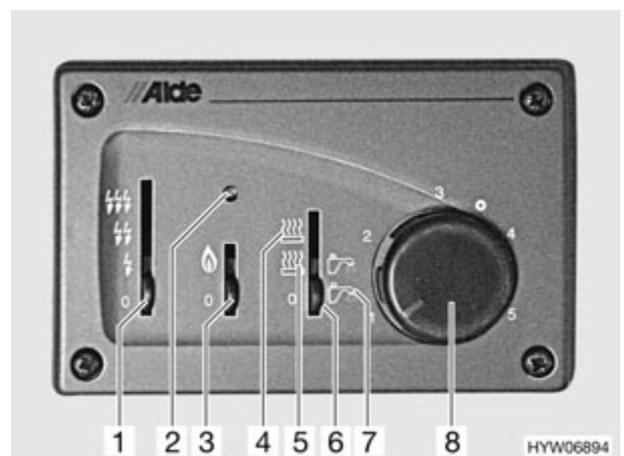

Fig. 140 Unité de commande pour chauffe-eau
- Eau chaude (Fig. 140,7)
- Chauffage et eau chaude (Fig. 140,5)
- Chauffage (Fig. 140,4)
- Régler le mode de fonctionnement à l'aide de l'interrupteur à curseur (Fig. 140,6) :
- Régime au gaz (Fig. 140,3)
- Régime électrique à 230 V (Fig. 140,1)
- Régler l'interrupteur à curseur (Fig. 140,3) sur régime au gaz.
- Régler l'interrupteur à curseur (Fig. 140,6) sur "Eau chaude" (Fig. 140,7) ou sur "Chauffage et eau chaude" (Fig. 140,5).
En cas de dysfonctionnement, le voyant de contrôle rouge (Fig. 140,2) s'allume.
- Régler l'interrupteur à curseur (Fig. 140,3 et 6) sur "0".
- Régler l'interrupteur à curseur (Fig. 140,1) sur régime électrique.
- Régler l'interrupteur à curseur (Fig. 140,1 et 6) sur "0".
- Régler l'interrupteur à curseur (Fig. 140,1, 3 et 6) sur "0".